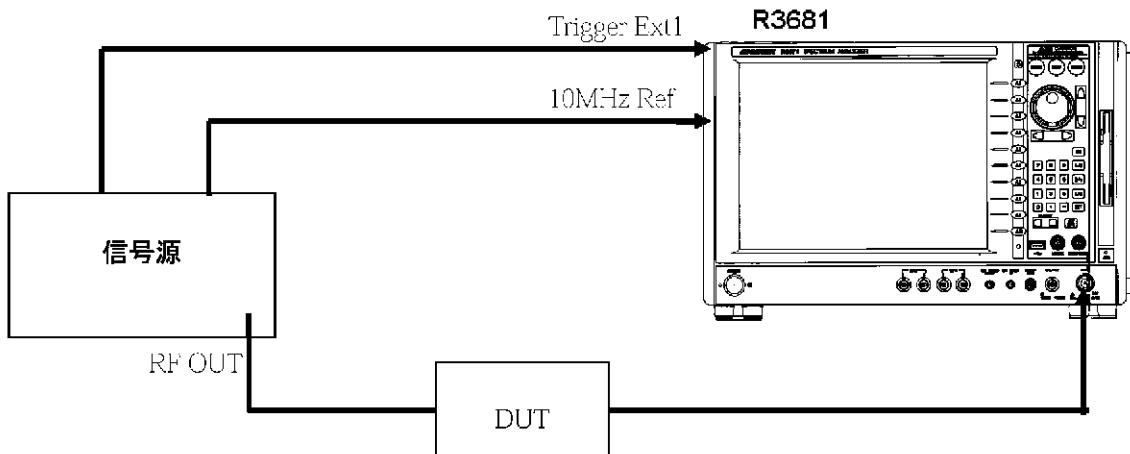

図 4-5 測定実行時の接続図
23. 機器の接続を図 4-5 測定実行時の接続図のように DUT と本体と信号源を接続します。